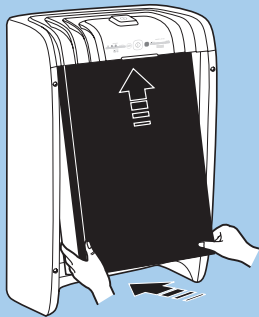

Fig. 5
- 5 Return the HEPA Filter and Carbon Filter, top first, into the air purifier unit (Fig. 5).
- 5 Remonter le filtre HEPA et le filtre au charbon actif dans l'épurateur d'air (Fig. 5).
- 5 Regrese los filtros de HEPA y de carbón a la unidad de depuración de aire (Fig. 5).